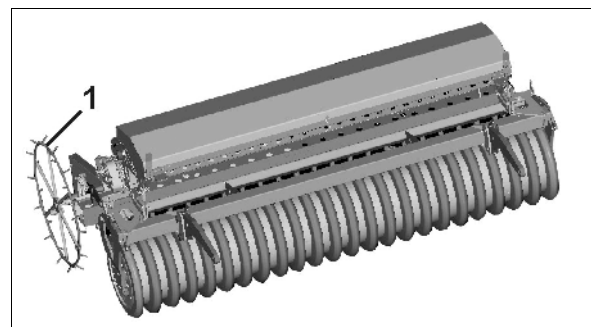

Fig. 28
6. Spornrad einstecken und mit Klappstecker (Fig. 28/3) sichern.